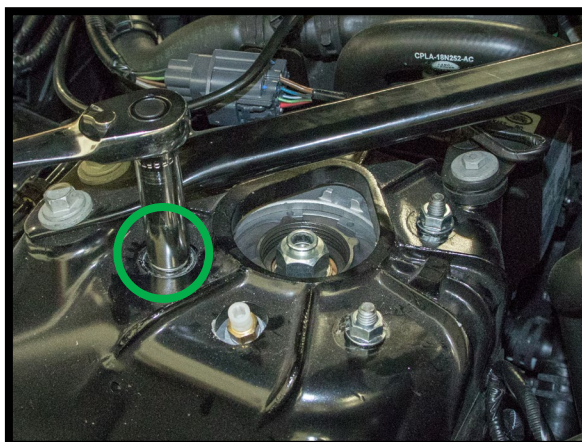

图 25
2. 安装四 (4) 个顶部安装螺栓，并按照制造商的规范拧紧。(图25)